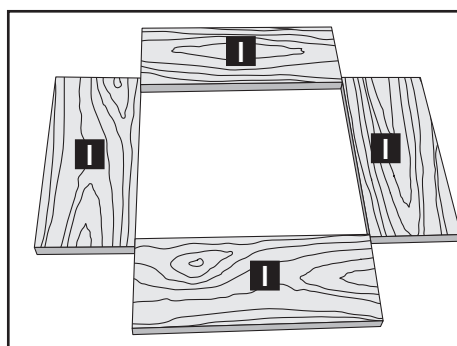

Fig. 17
PASO 1: Coloque la pieza de trabajo mirando hacia abajo y nivele las caras con una "I" (Fig. 17). Nivele el otro lado "O" para la "superficie externa".